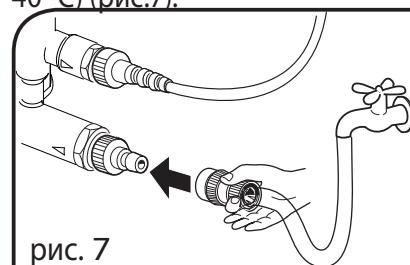

рис. 7
3. Соединить водопроводную трубу с фитингом всасывающей трубы INLET (впуск) (Max. 1 МPa, max. 40°C) (рис.7).